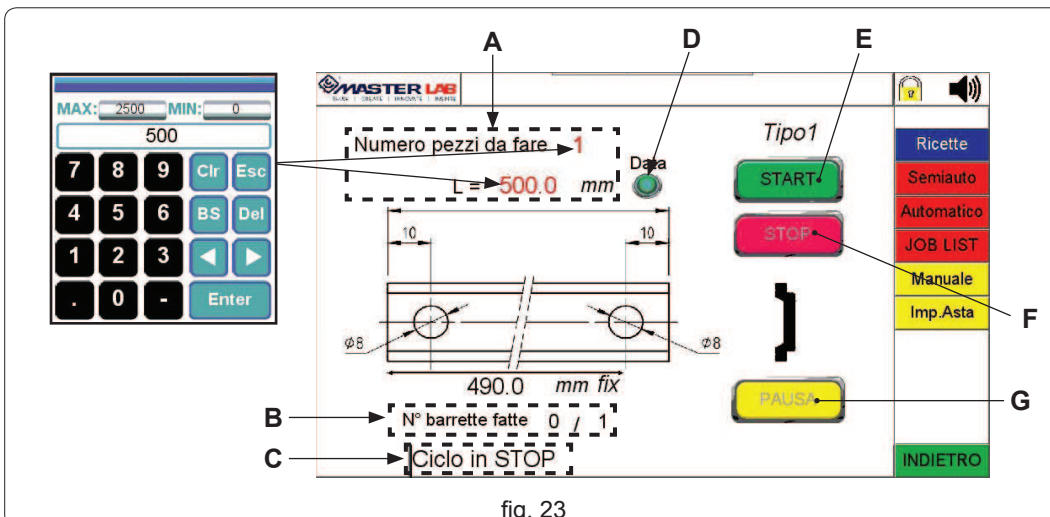

fig. 23
- il numero di aste da eseguire e la lunghezza precedentemente impostati (fig. 23 rif. A) toccando sui rispettivi numeri e immettendo i dati con il tastierino seguito dal tasto Enter;
- il contatore degli eseguiti (fig. 23 rif. B);
- lo stato della macchina (fig. 23 rif. C);
- led di verifica dati: verde -> ok / rosso-> anomalia (fig. 23 rif. D);
- tasto start (fig. 23 rif. E) per iniziare la lavorazione;
- tasto STOP (fig. 23 rif. F) per terminare le lavorazioni in qualsiasi momento;
- tasto PAUSE (fig. 23 rif. G) per sospendere momentaneamente la lavorazione.
A questo punto per iniziare la lavorazione è sufficiente premere il tasto Start (fig. 23 rif. E).